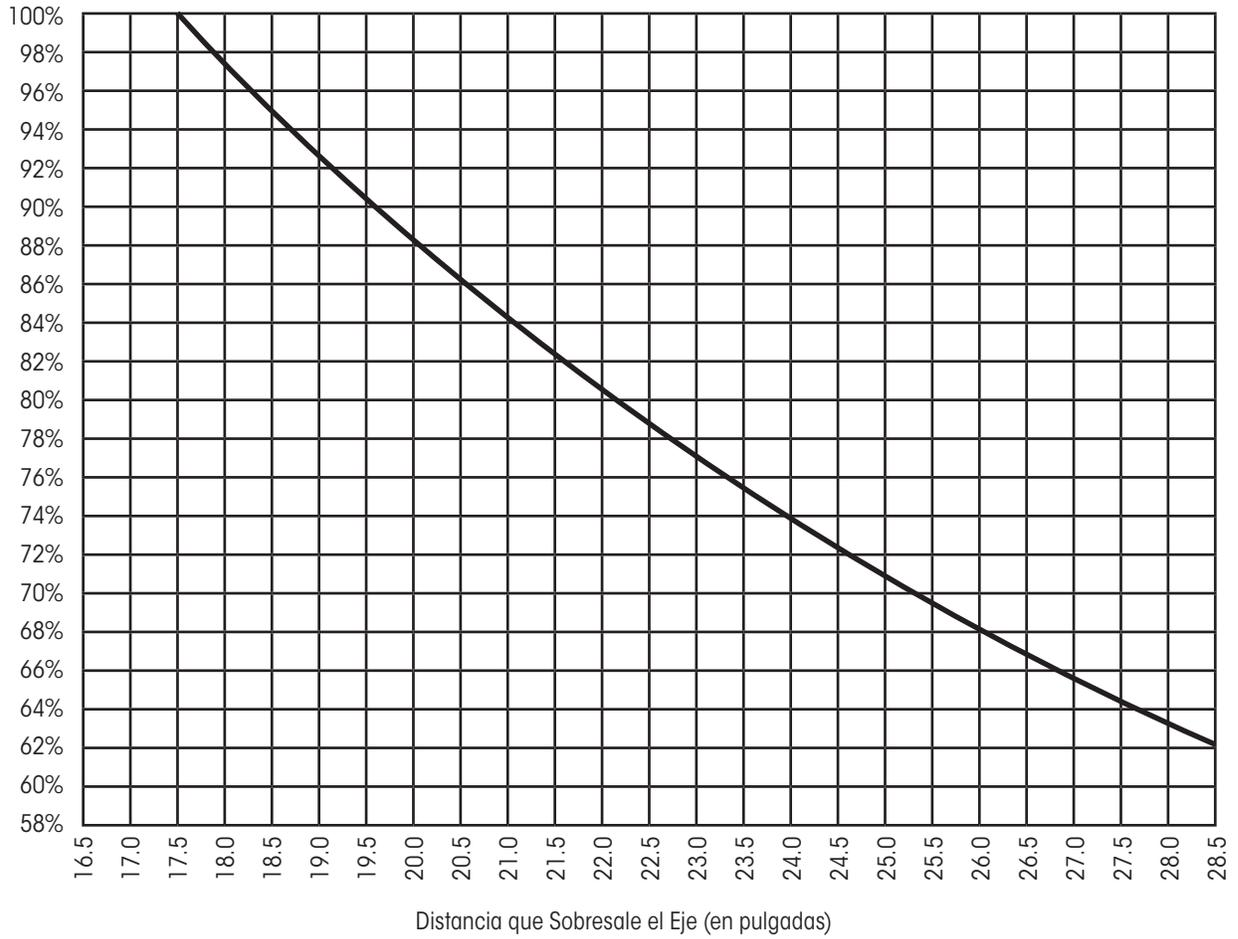

Figura 8: Porcentaje de capacidad nominal de la viga
5. Consulte la gráfica "CAPACIDADES DE VIGA DE EJES HENDRICKSON PARA REMOLQUES" EN LA PÁGINA 13 para determinar el porcentaje de capacidad nominal (Figura 8 en página 13).